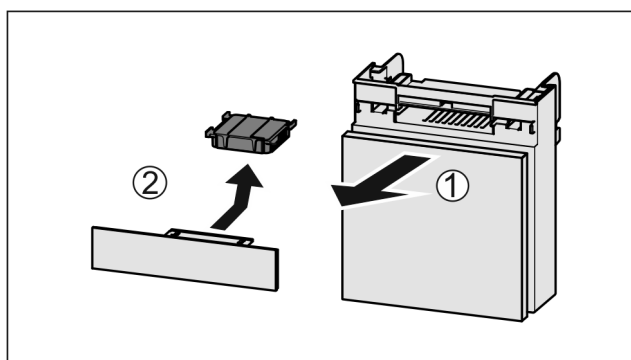

Fig. 101
- ▶ Vytiahnite zásuvku smerom dopredu *Fig. 101 (1)*.
- ▶ Vyberte aktívny uhlíkový filter *Fig. 101 (2)*.